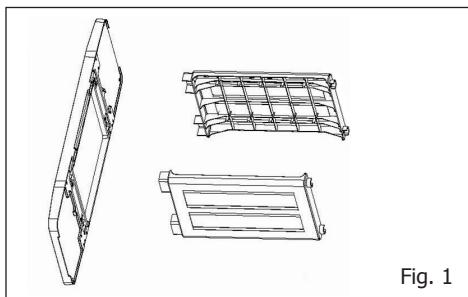

Fig. 1
- Placer les panneaux latéraux dans les panneaux du fond, puis les visser sur les roues avec les pièces B, G et J (Fig. 1 et 2).